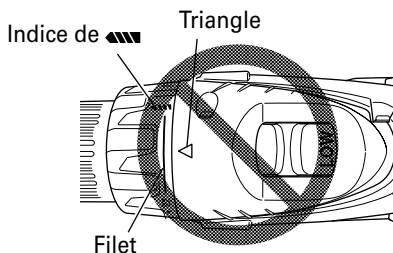

Fig. 10
- (1) En mode visseuse, alignez l'un des chiffres du sélecteur "1, 3, 5 ... 22" ou le point avec le repère triangulaire sur le corps.
- (2) En mode perceuse, alignez le symbole du foret "▲" sur le sélecteur de débrayage avec le repère triangulaire sur le corps.
- N'utilisez pas l'outil avec le sélecteur de débrayage positionné entre le chiffre "22" et la ligne au centre du symbole du foret "▲", vous risqueriez de l'endommager (Voir Fig. 10).